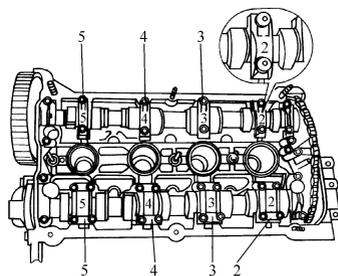

图 2-105 拆下进、排气凸轮轴第 3 和第 5 道轴承盖
- 17) 如图 2-105 所示, 首先拆下进、排气凸轮轴第 3 和第 5 道轴承盖。
- ① 轴承盖定位套筒和凸轮轴调整器必须装在缸盖上。
- ② 安装轴承盖时,从缸盖进气一侧应能看见标记。
- 7) 如图 2-105 所示,交叉拧紧进、排气凸轮轴的第 2 和第 4 道轴承盖(注意定位套筒)。